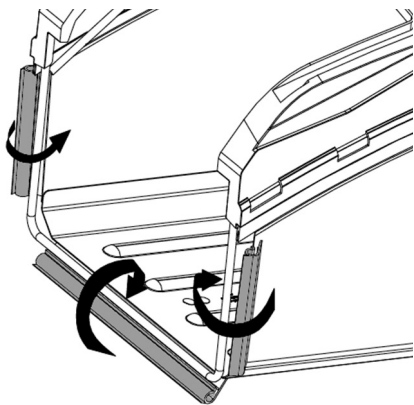

Рис. 10. Крепление нижней части травосборника
8. Закрепите нижнюю (тканевую) часть травосборника. Для этого защёлкните зацепы на рамке травосборника (Рис. 10).